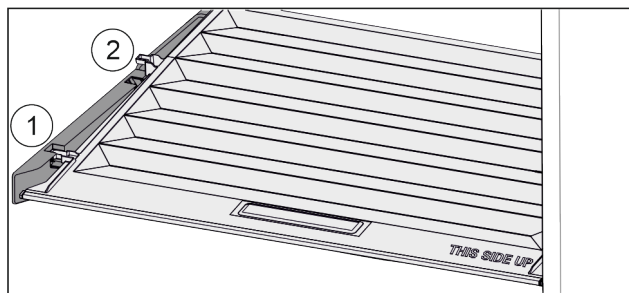

Fig. 101
- ▶ Veko potiahnite dopredu až k otvoru v prídržných dieloch Fig. 101 (1).
- ▶ Vzadu ho nadvihnite zospodu a zložte smerom nahor Fig. 101 (2).